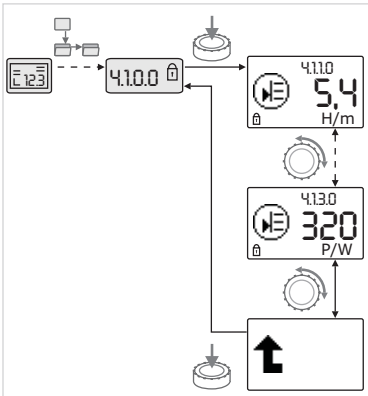

Fig. 40: Appeler des informations
- Une rotation du bouton rouge permet de faire défiler les points de menu de type « Information » du sous-menu actuel (voir fig. 40). Pour des explications sur les réglages représentés par des symboles, voir le tableau au chapitre 8.7 « Référence des points de menu » à la page 104.